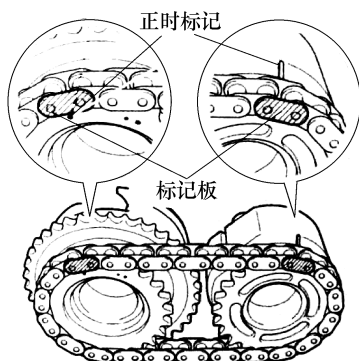

图 1-142 对准正时标记
① 如图 1-142 所示，使标记板(黄色)与凸轮轴正时齿轮总成的正时标记(单点标记)对准。
② 在螺栓螺纹和螺栓座面上涂抹一薄层发动机机油。
③ 使凸轮轴的锁销对准凸轮轴正时齿轮总成的销孔。
④ 在安装好 2 号链条分总成的情况下，安装凸轮轴正时齿轮总成和右侧排气凸轮轴正时齿轮。